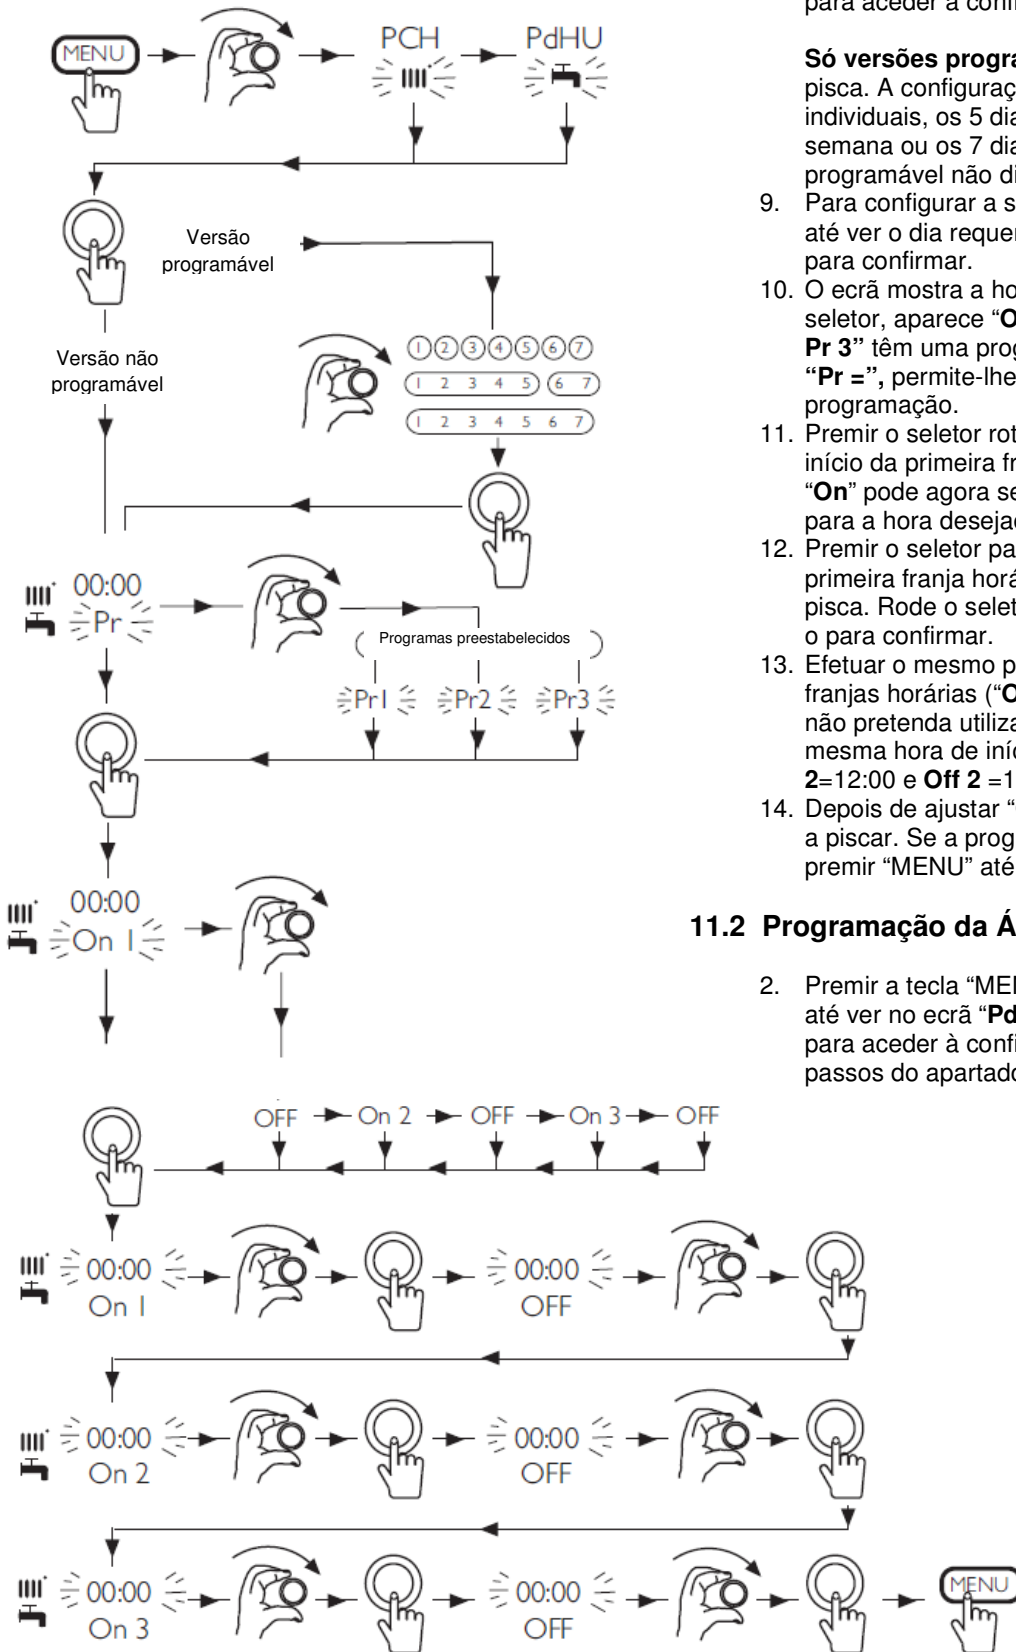

Fig. 26: Programação do Aquecimento e da AQS.
8. Premir a tecla “MENU” e rodar o seletor rotativo até ver no ecrã “PCH”. Fig. 26. Premir o mesmo para aceder à configuração.
2. Premir a tecla “MENU” e rodar o seletor rotativo até ver no ecrã “PdHU”. Fig. 26. Premir o mesmo para aceder à configuração e repetir os mesmos passos do apartado anterior.